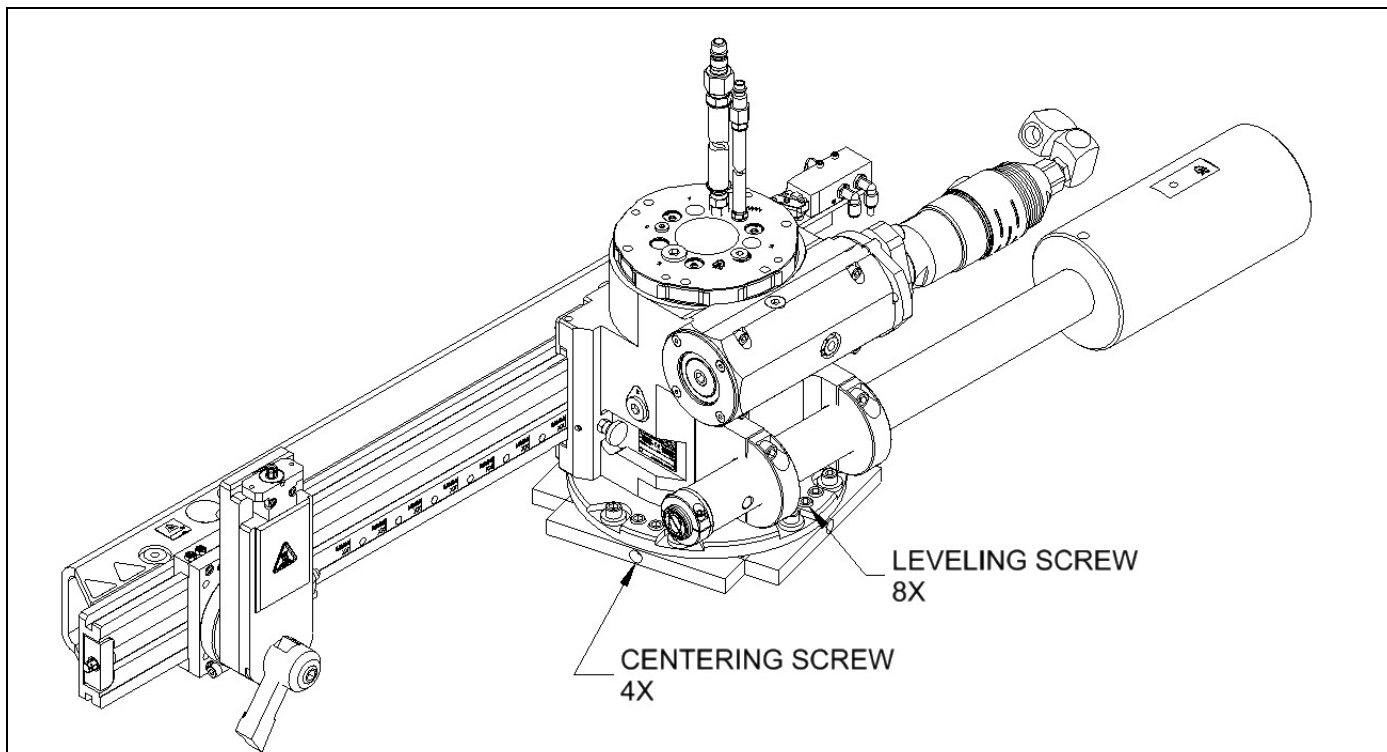

РИСУНОК 3-25. УЗЕЛ КРЕПЛЕНИЯ НА ПОВЕРХНОСТИ FF6300 В СБОРЕ
4. Отрегулируйте уровень станка с помощью двух регулировочных винтов М16 в каждом квадрате установочной пластины (рис. 3-25).